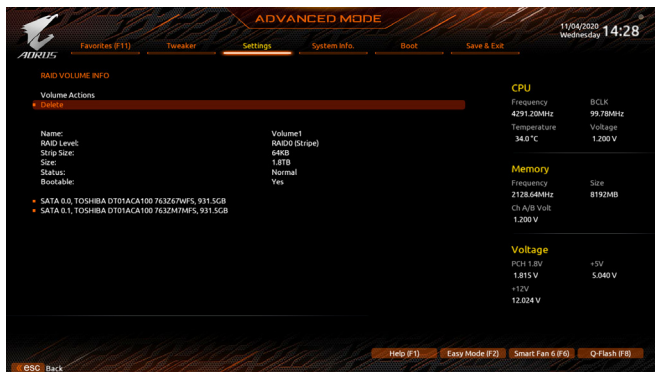

図 6
完了すると、Intel(R) Rapid Storage Technology 画面に戻ります。RAID Volumes に新しいRAID ボリュームが表示されます。詳細情報を見るには、ボリューム上で <Enter> を押して RAID レベルの情報、ストライプブロックサイズ、アレイ名、アレイ容量などを確認します (図 6)。